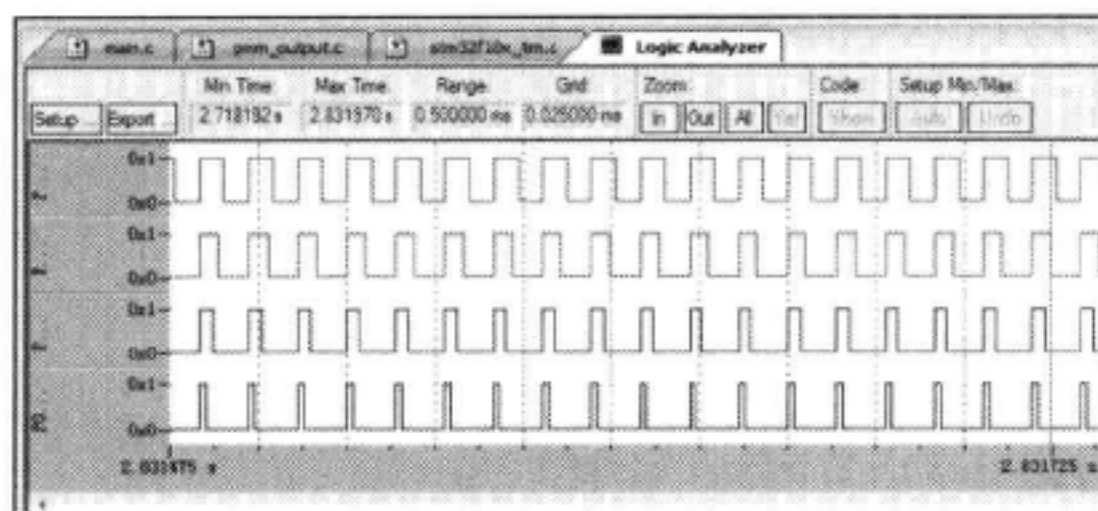

图 13-18 PWM 实验现象
6) 这时候正常的话则是出现如图 13-18 所示的 PWM 信号, 若没有出现逻辑分析仪界面可点击工具栏中的  按钮。